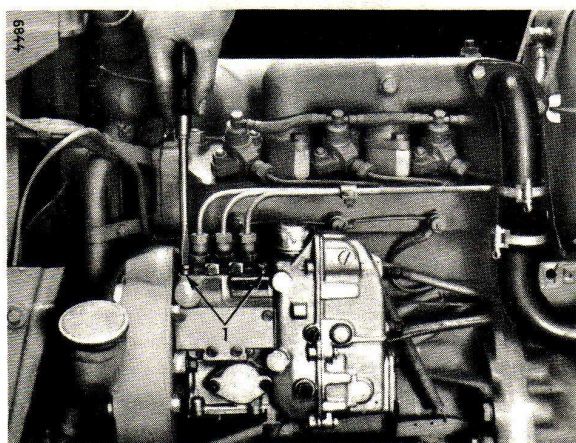

Fig. 52.- Purge du système d'injection
Placez la manette de commande du régulateur en position stop. Desserrez de 2 tours les 2 vis de purge (1) fig. 52, jusqu'à ce que le combustible s'écoule sans bulle d'air.